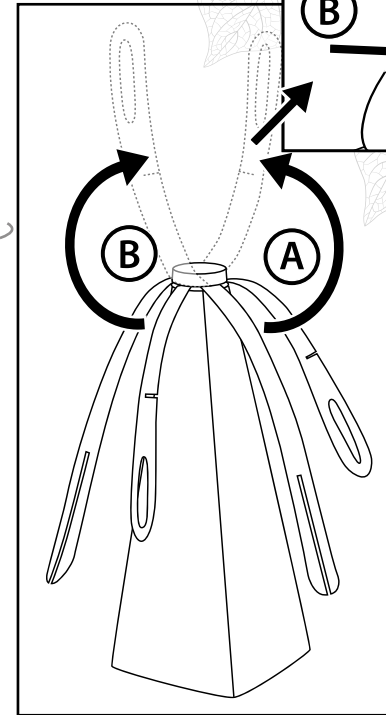
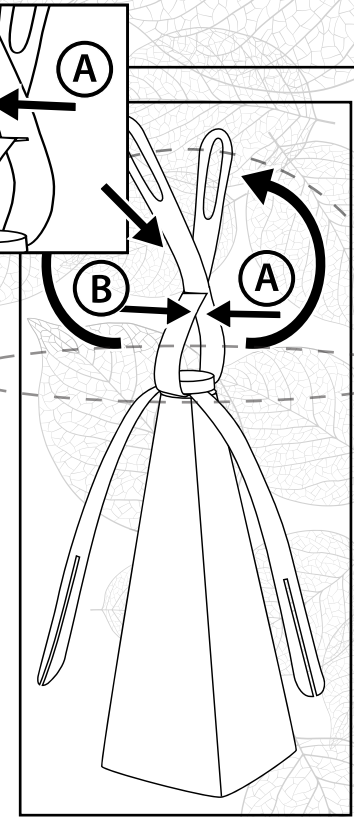

Abbildung 9
Abbildung 10
Konfiguration 2. In dieser Konfiguration erzeugt der Table Guard Fly Fan™ eine dreidimensionale räumliche Ebene, wodurch seine effektive Fläche weiter vergrößert wird (Abbildung 9 und 10).
Heben Sie einfach die beiden kurzen Klingen an (Abbildung 9 (A) & (B)). Schieben Sie die beiden Klingen dort zusammen, wo der Schlitz in der Mitte der Klingen geschnitten ist (Abbildung 10 (A) & (B)). Dadurch werden die beiden Klingen für den 3-dimensionalen Betrieb miteinander verriegelt.